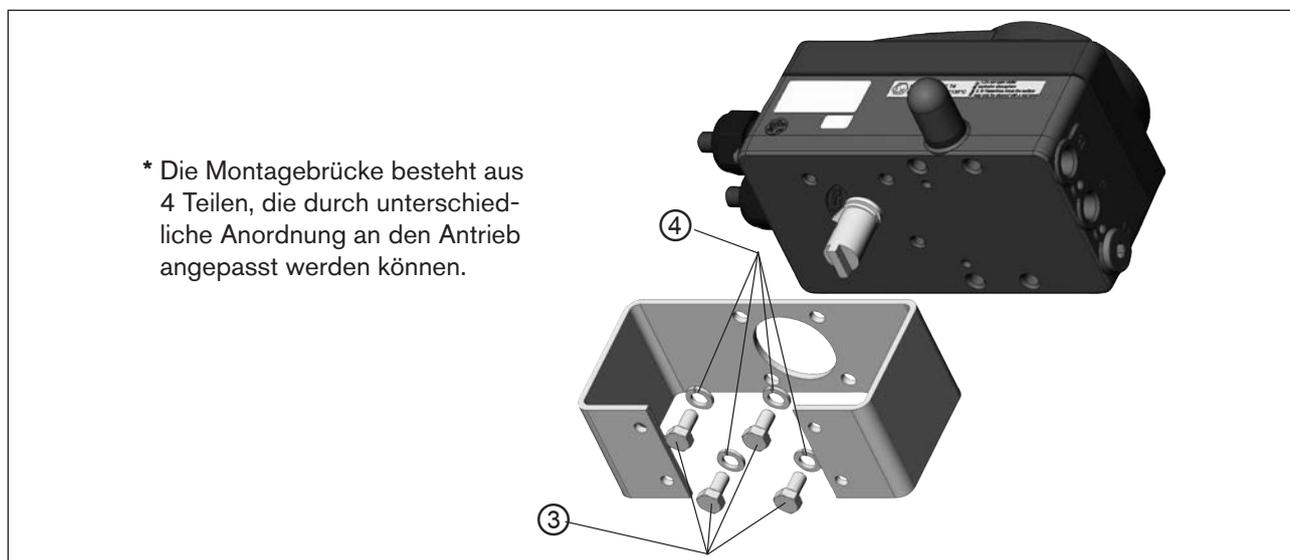

Bild 14: Montagebrücke befestigen (schematische Darstellung)
→ Die Montagebrücke mit 4 Zylinderschrauben ③ und Federringen ④ am Gerät befestigen (siehe Bild 14).